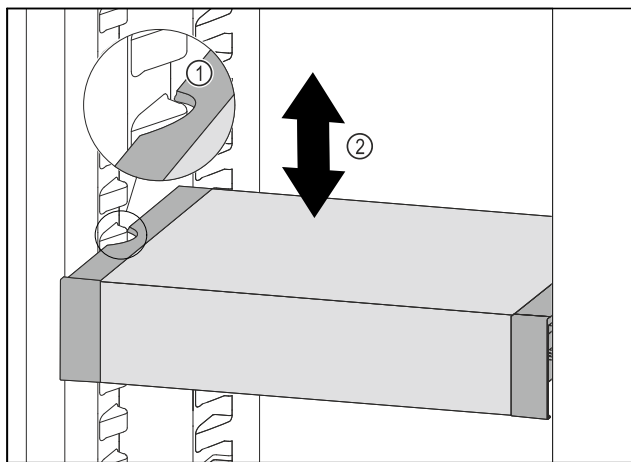

Fig. 90
- Táhněte VarioSafe dopředu, dokud nebudou boční vybrání VarioSafe na úrovni žebrování na nádoby v chladničce. Fig. 90 (1)
- Posouvejte VarioSafe v chladničce nahoru nebo dolů, dokud nedosáhnete požadované výšky. Fig. 90 (2)